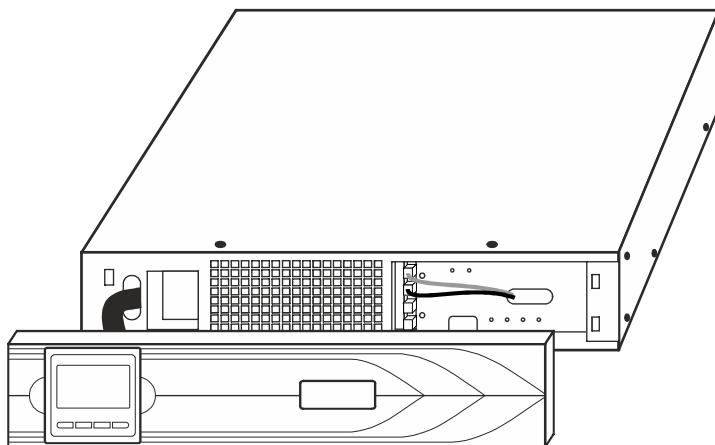

Рисунок 12 – Коммутация батарейного отсека
- Отсоедините разъем АКБ батарейного отсека (см. рисунок 12);